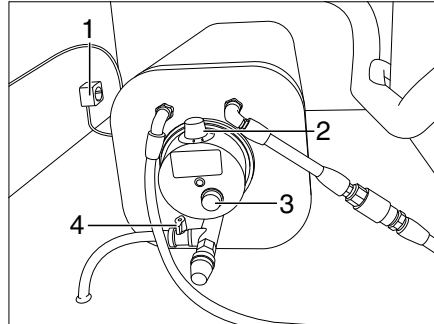

Fig. 174 Chauffe-eau
- Fermer la vanne de vidange rouge (Fig. 174,4).
- Brancher le chauffe-eau dans la prise de courant 230 V (Fig. 174,1).
- Enclencher le chauffe-eau (Fig. 174,2).
Le voyant de contrôle rouge (Fig. 174,3) du chauffe-eau s'allume.
- Régler le thermostat (Fig. 174,2) selon les indications du fabricant.
- Ouvrir la vanne de vidange rouge (Fig. 174,4).